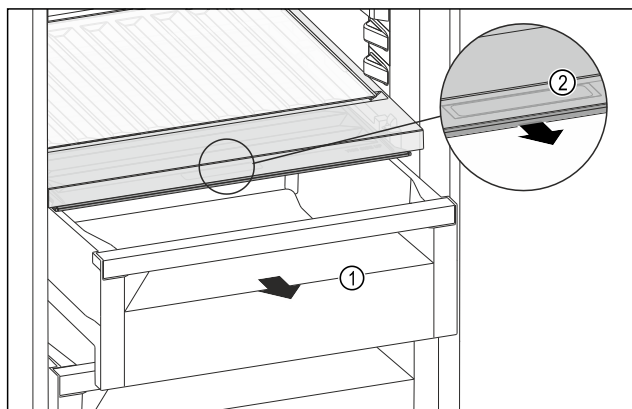

Fig. 109
- ▶ Træk skuffen Fig. 109 (1) ud.
- ▶ Tag fat i grebsforsænkningen Fig. 109 (2) i bokslåget, og træk samtidigt bokslåget frem.